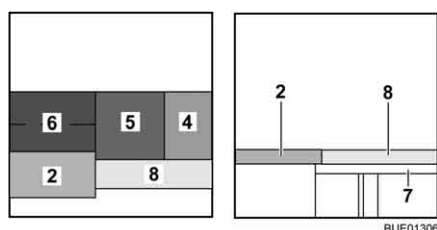

Fig. 123 Dopo la trasformazione
- Posizionare il cuscino del divano (Fig. 123,5) al centro.
- Posizionare il cuscino dello schienale (Fig. 123,4) tra il cuscino del divano e la parete.
- Agganciare l'allargamento letto (Fig. 123,7) negli alloggiamenti sulle caspanche.
- Posizionare il cuscino aggiuntivo (Fig. 123,8) sull'allargamento letto.